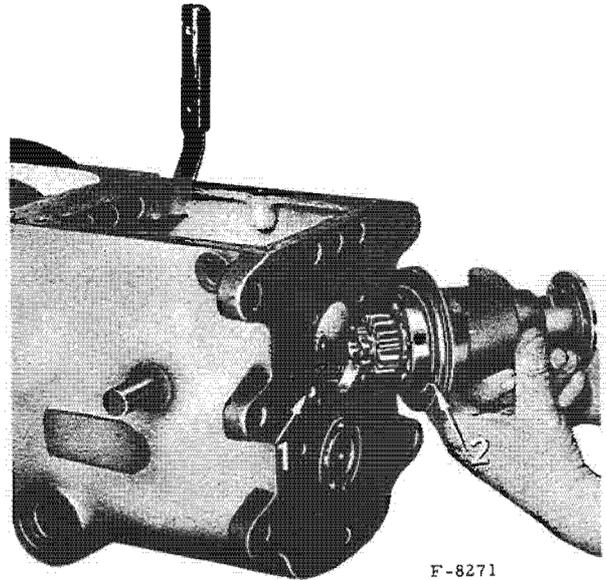

Fig. 55. - Mise en place de la bride d'arbre primaire.
- Enduisez les surfaces de contact de la bride et du carter à l'aide d'un enduit hermétique et positionnez l'arbre primaire et la bride en superposant les trous de graissage (1 et 2) (fig. 55). Serrez les vis de fixation.